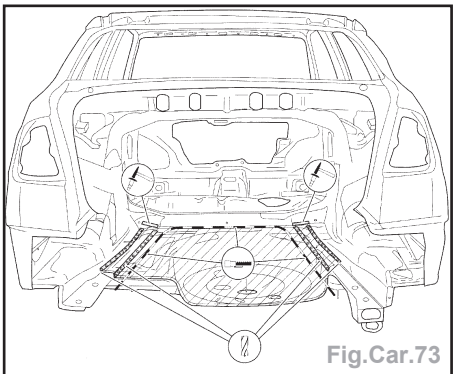

Fig.Car.73
- Faire une coupe avec une scie alternative sur la zone indiquée (Fig.Car.73).